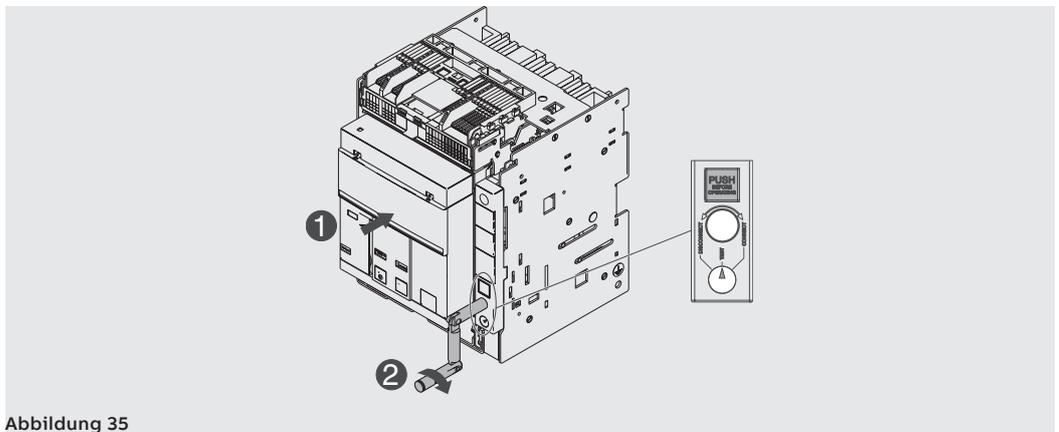

Abbildung 35
6. Den Schalter gedrückt halten. Die Handkurbel im Uhrzeigersinn drehen, bis die Taste austritt. Die Anzeige meldet nur die Stellung des Leistungsschalters in der Position **TEST**. Siehe Abbildung 35.